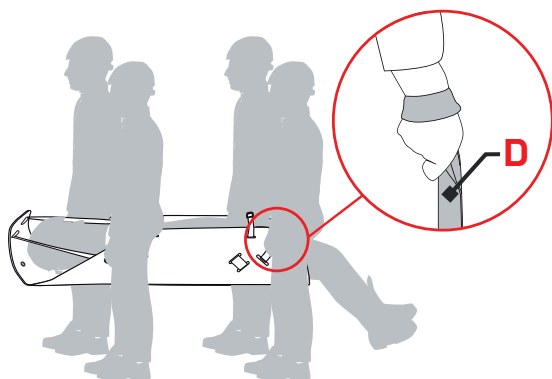
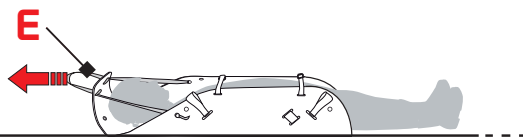
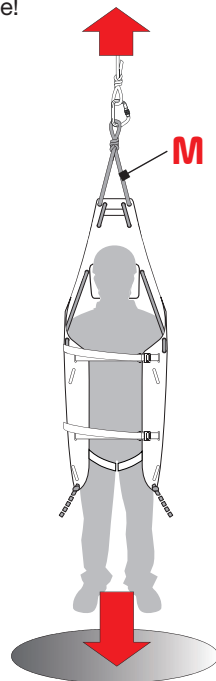

Fig.3
Fig.4
Fig.5
- 1:3 = carga de uso: 150 kg para elevación manual mediante las asas (D) - (fig. 3),
- 1:3 = carga de uso: 150 kg para arrastre manual mediante la cinta (E) - (fig. 4),
- 1:10 = carga de uso: 150 kg para elevación/descenso con equipos de rescate mediante la cuerda (M) - (fig. 5).
La camilla de rescate **“HALF ROLLY”** es apta para elevar y transportar al paciente mediante las asas laterales (fig. 3), arrastrarlo mediante la cinta (fig. 4) y elevarlo o bajarlo en vertical mediante la cuerda estática (fig. 5).